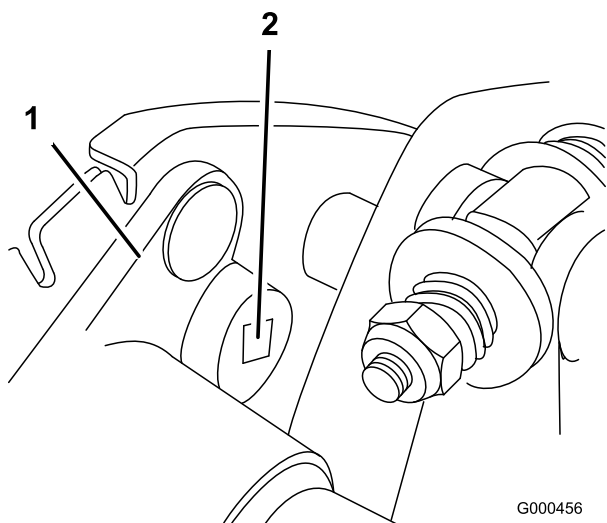

Figura 35
B. Con una chiave torsionometrica da 9,5 mm (3/8") girate la sede del cuscinetto ad una coppia di 4-4,5 Nm per impostare la tensione della cinghia (Figura 35)